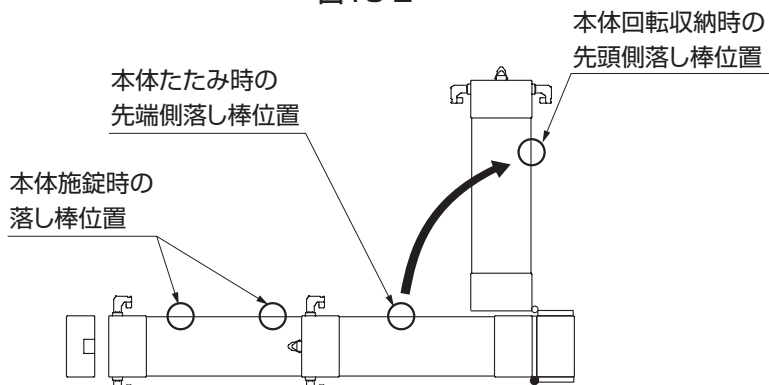

図13-1
- ①落とし棒受けAをコンクリートたたきに確実に固定してください。(図13-1参照)
- ②落とし棒受けBを落とし棒受けAに落して回しながら挿入してください。(図13-1参照)